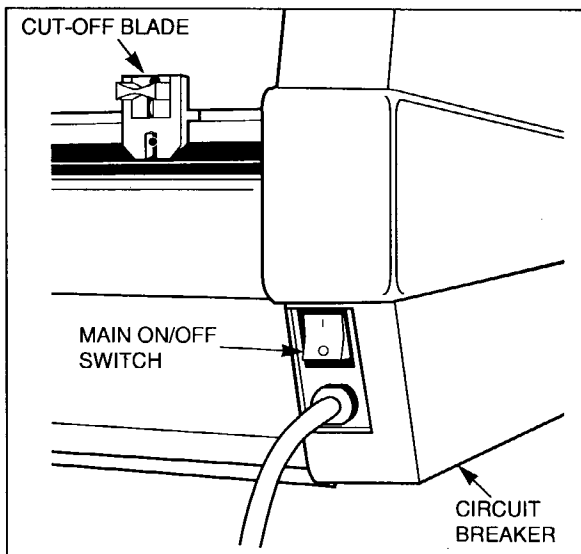

Fig. 6
1. Turn the laminator on (I) at the main power switch located at the back of the machine (Figure 6). The **HEAT**  lamp will come on and the **READY**  light will illuminate for approximately one minute then go out,
1. Schalten Sie den Laminator am Hauptschalter hinten am Gerät ein (Abb. 6). Die Heizlampe **HEAT**  wird eingeschaltet, und das **READY**  Licht leuchtet ungefähr eine Minute lang auf, um dann zu erlöschen.
1. Schakel de laminator in met behulp van de netschakelaar aan de achterzijde van het apparaat (zie afb. 6). Het thermolampje **HEAT**  gaat aan en het lampje gereed **READY**  licht ongeveer een minuut op en gaat dan uit.
1. Positionnez l'interrupteur "Marche/Arrêt" situé au dos de la plastifieuse sur "Marche" (figure 6). Le voyant **HEAT (Chaleur)**  et le voyant **READY (Prêt)**  s'allument pour une minute et après ils s'éteignent.